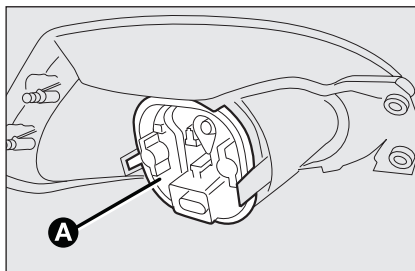

fig. 29
- ☐ desconecte el conector eléctrico y quite, interviniendo en las aletas de retención, la tapa de protección **A-fig. 29**; sustituya la lámpara.